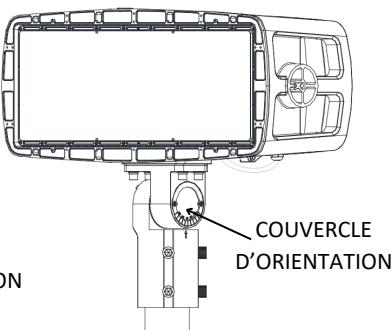

Fig. 5
3. Placer la glissière et le luminaire sur le poteau et serrer les quatre boulons à 4,2 Nm (3,1 pi/lb) pour fixer le tout (figure 5).